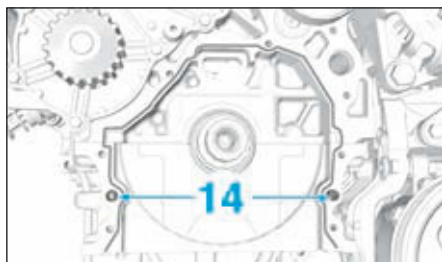

FIG.13
- Vérifier la présence des deux douilles de centrage (14) (Fig.13).